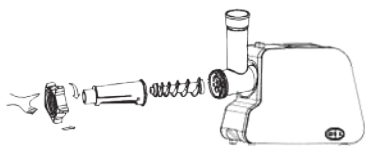

рис. 12
7.6.4 Установите фиксирующее кольцо и затяните его (Рис.12).